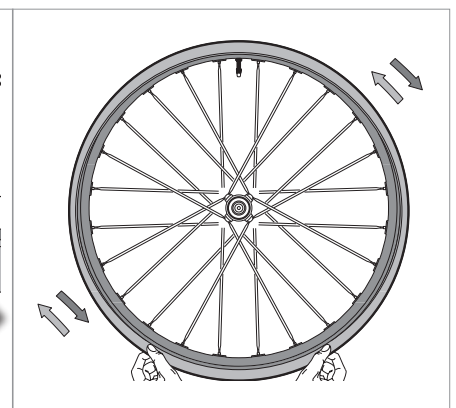

Abb.20
- Drehen und schütteln Sie das Laufrad, damit die Flüssigkeit die gesamte Innenfläche des Reifens versiegeln kann. Tragen Sie Seifenwasser auf dem Reifen auf und kontrollieren Sie, ob Bläschen vorhanden sind, die auf eine Leckage des Reifens hindeuten. Bringen Sie das Laufrad so an, dass die Flüssigkeit in Richtung der Leckagen läuft und diese verschließen kann (Abb. 20).